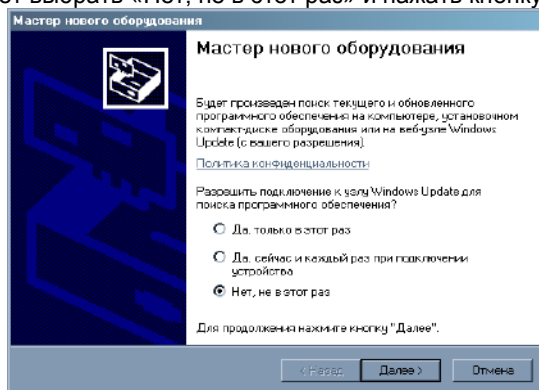

Рисунок 1
2.3.1.3 Операционная система найдет новое оборудование, запустит «Мастер нового оборудования» и попросит указать вариант поиска драйверов в появившемся окне (рисунок 1) следует выбрать «Нет, не в этот раз» и нажать кнопку «Далее».